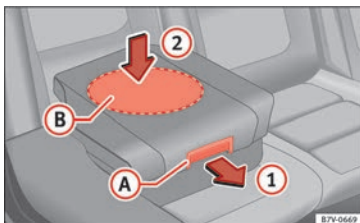

Abb. 96 Integrierter Kindersitz: Sitzpolster zurückklappen.
- Sitzpolster am Entriegelungshebel » Abb. 96 A in Pfeilrichtung 1 nach vorn ziehen.
Beim Zurückklappen des integrierten Kindersitzes nur in der Mitte auf das Sitzpolster drücken » Abb. 96 2. Andernfalls kann sich das Sitzpolster verkanten und nicht sicher einrasten.